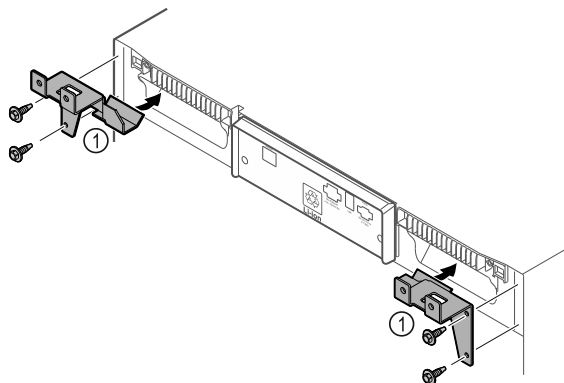

Fig. 10
- ▶ Namontujte prídružné diely Fig. 10 (1) na zariadenie pomocou samorezných skrutiek.